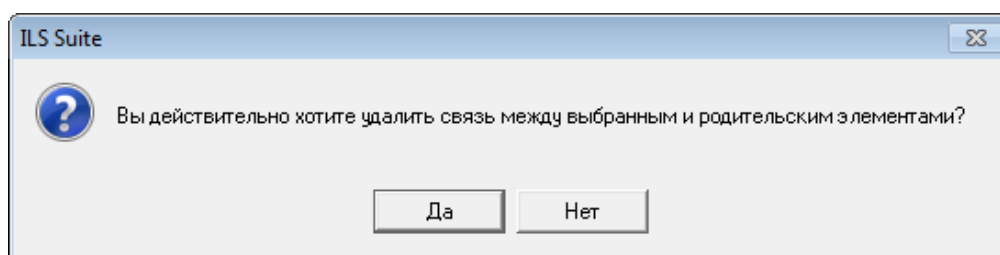

Рис. 9-55 – Подтвердите намерение удалить связь
- 5) В появившемся информационном окне нажать «Да» для подтверждения выбранного действия (рис. 9-55). Связь организации с компонентом будет удалена.